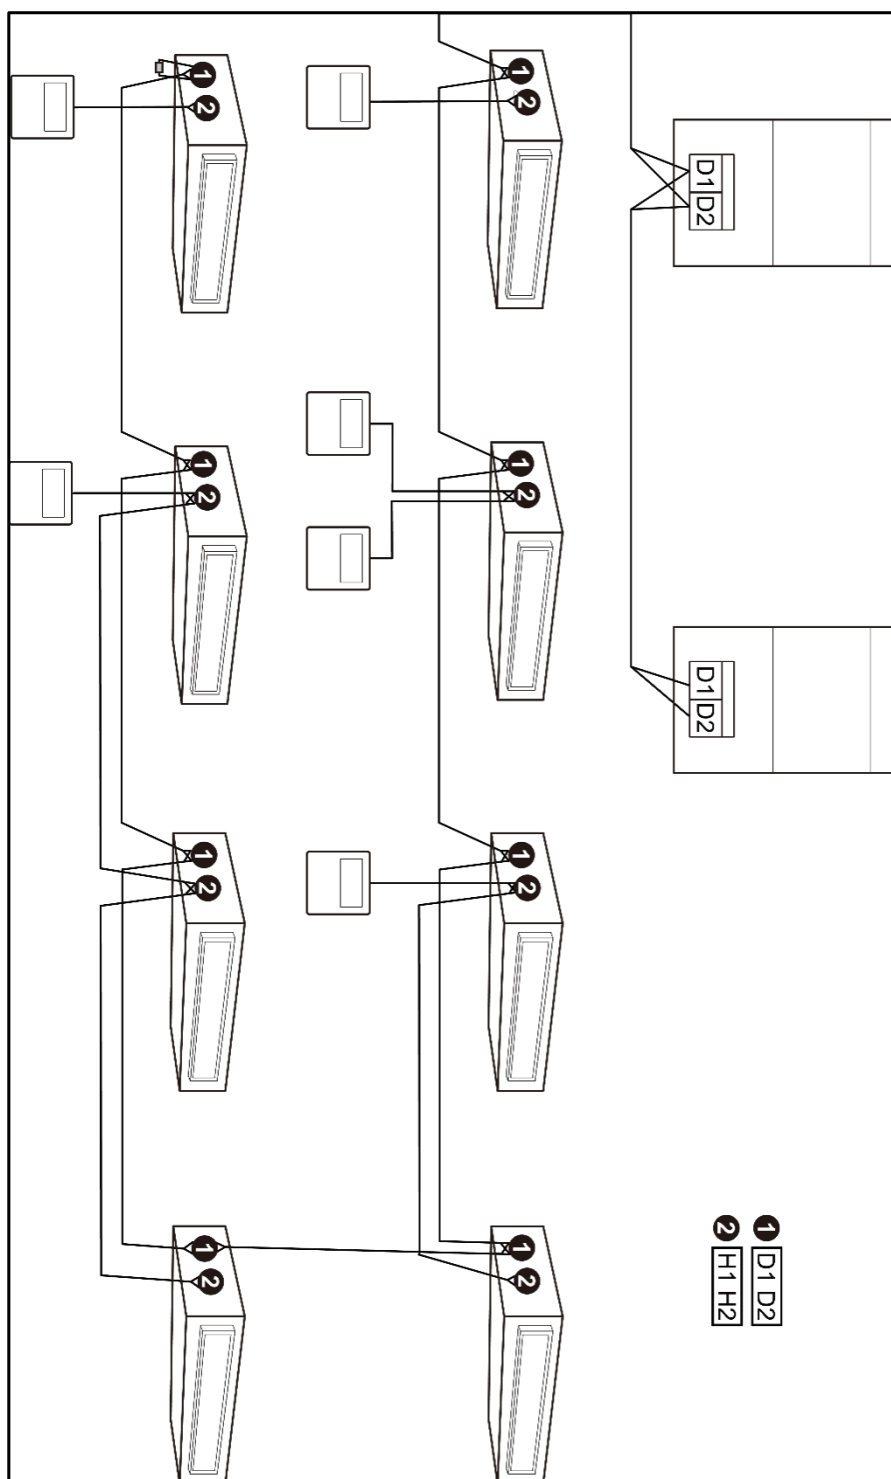

Fig. 5.5
- 4 Un controller cablato può controllare contemporaneamente fino a un massimo di 16 unità interne. (Come mostrato nella Fig. 5.5).